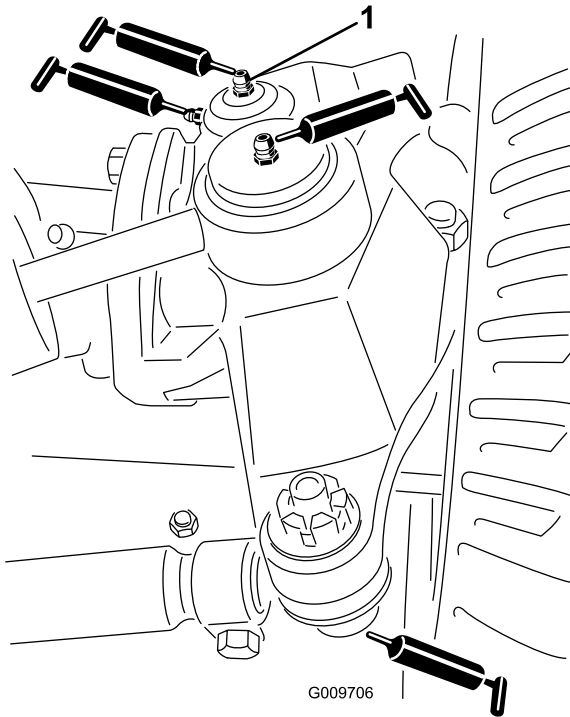

Figure 45
- Rotules de vérin de direction (2) (Figure 45)
- Rotules de biellettes (2) (Figure 45)
- Bagues de pivots de fusées (2) (Figure 45). **Le graisseur supérieur du pivot de fusée ne doit être lubrifié qu'une fois par an (2 injections de graisse).**